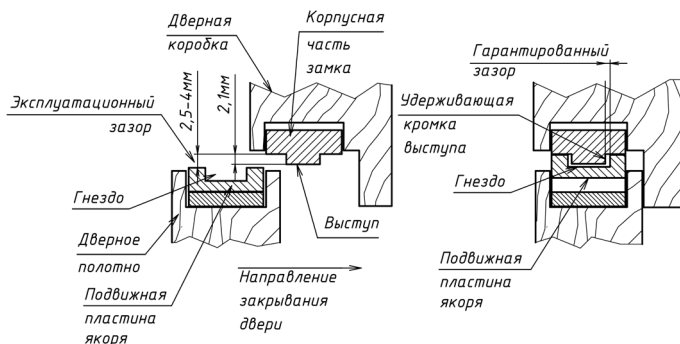

Рисунок 9
- 2.7 Эксплуатационный зазор между рабочими поверхностями корпусной и якорной частей от 2,5 до 4,0 мм (рисунок 9).
6.9 Допустимый «эксплуатационный зазор» между рабочими поверхностями якорной и корпусной частей после окончательного монтажа замка должен быть в пределах от 2,5 до 4 мм (рисунок 9).